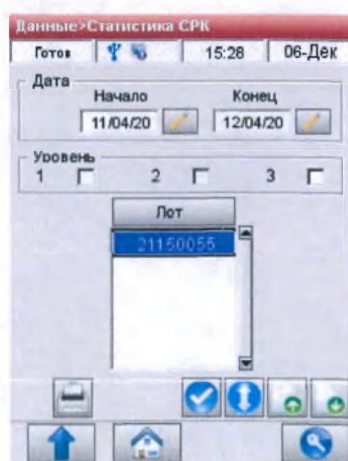

Рис.6-9 Статистика СРК
3. На экране **<Данные> Статистика СРК>** (Рис.6-9) нажмите , чтобы выбрать дату **<Начало>** и дату **<Конец>** для статистического отчета, который будет напечатан.
6. Чтобы напечатать результаты для отдельных лотов, выделите желаемый лот (Рис.6-9).
5. Чтобы напечатать результаты для отдельных лотов, выделите желаемый лот (Рис.6-9).